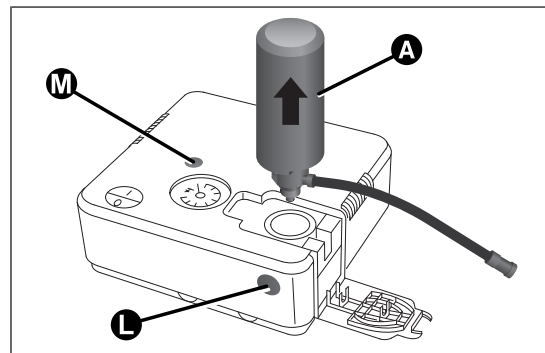

fig. 124
- si la bombe aérosol A fig. 124 est reliée au compresseur, il faut appuyer sur le bouton de relâchement L pour la retirer ;